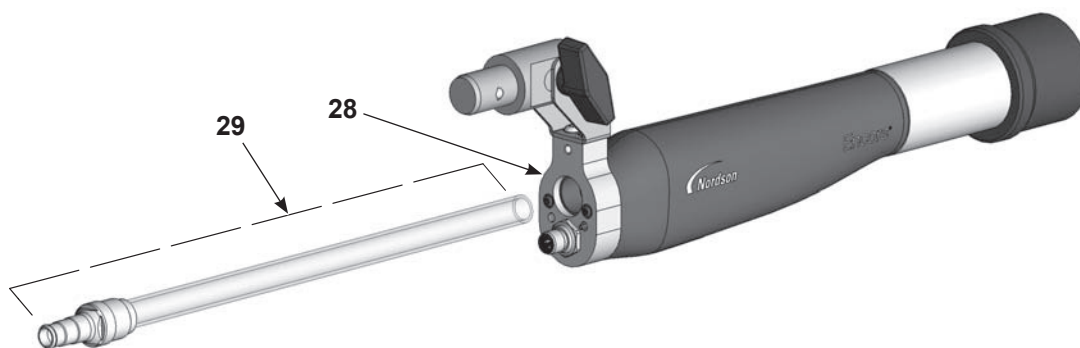

Figura 15 Sustitución del tubo de polvo
19. Ver la Figura 15. Instalar el tubo de polvo (22) en el adaptador (30) con un movimiento giratorio para insertar el tubo más allá de la junta tórica interna hasta que esté completamente asentado.